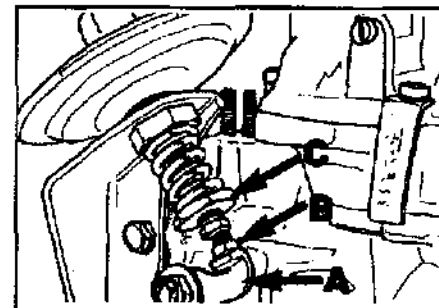

Рис.4 Регулировка демпфера заслонки.
- г) Если необходима регулировка, то ее проводят с помощью поворота винта (В) конца стержня демпфера (Рис.4).